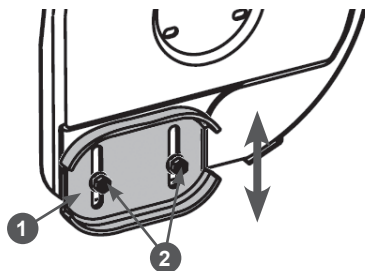

Рис. 27 Регулировка высоты забора снега
2. Открутите гайки 2 крепления ползков на 1-2 оборота и установите ползков на необходимую высоту (Рис. 27). Снова затяните гайки.